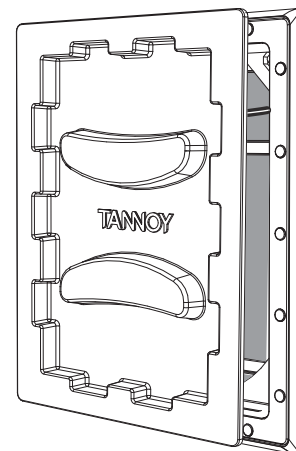

図 12. フレームへのペイントマスクの追加
2. ペイントマスクをフレームに押し込み、磁石で固定します (図 12)。これは、壁とフレームの周囲がペイントされている間、およびスピーカーを設置する準備ができるまで、そのままにしておきます。